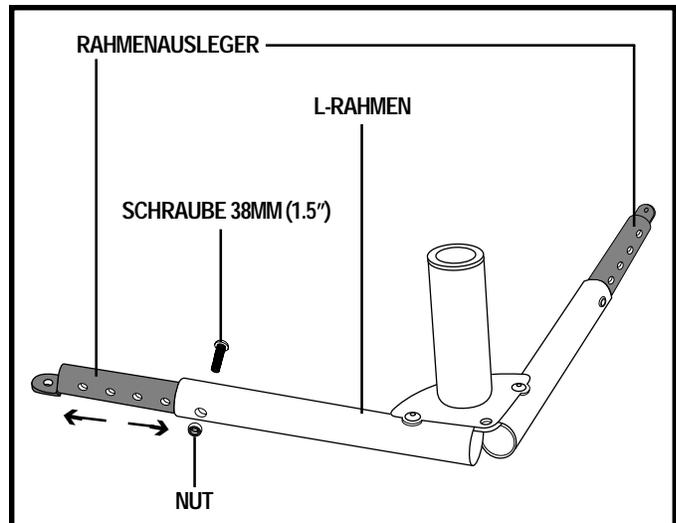

Abbildung 1. L-Rahmenausleger
1. Bauen Sie den L-Rahmen zusammen. Siehe Abb. 1. Für den optimalen Gebrauch setzen Sie die Rahmenausleger voll ausgezogen in den L-Rahmen und installieren Sie die Befestigungsschrauben und Muttern. Die Rahmenausleger können bei Hindernissen entsprechend eingestellt werden.